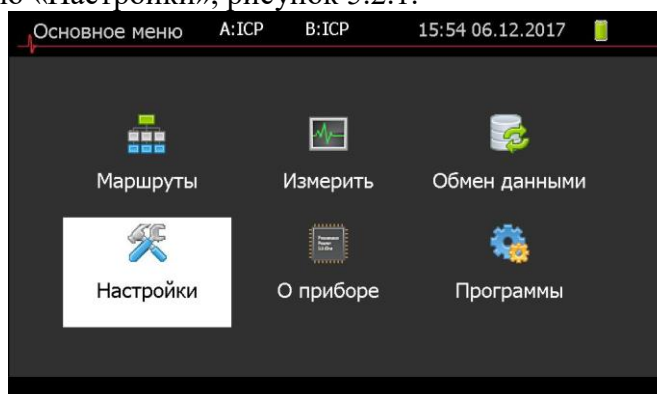

Рисунок 5.2.1
1. Перейти в меню «Настройки», рисунок 5.2.1.